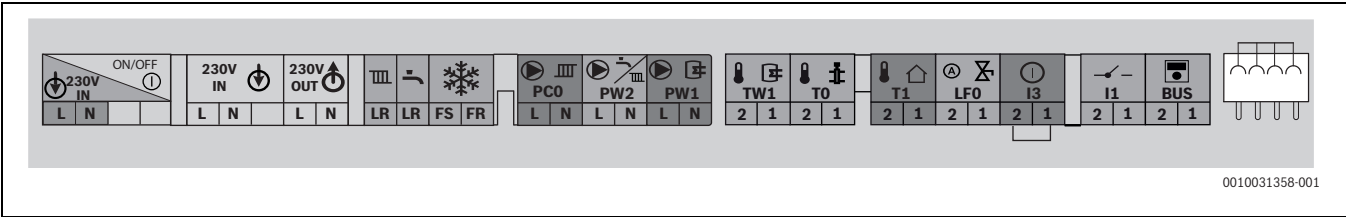

Fig. 30 Régua de bornes para os acessórios externos
- Ligar o cabo na régua de bornes para os acessórios externos (→ fig. 30).